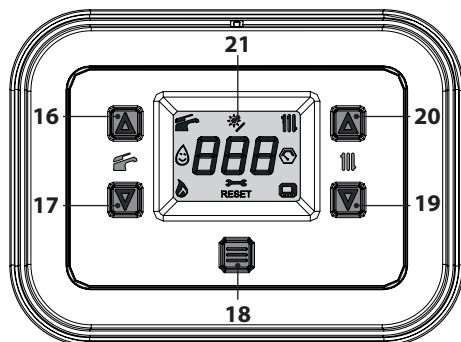
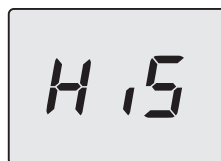

Figura 9.1
Figura 9.2
- Entrare in "modalità programmazione" premendo contemporaneamente per 5 secondi i tasti 17 e 19 (Figura 9.1) fino a far apparire sul display LCD le lettere **HiS** che indicano il menu "Storico delle caldaia" (Figura 9.2).
- Premendo il tasto 18 (Figura 9.1) si ottiene la conferma del valore inserito. Il display visualizzerà per 5 sec. quanto segue (Figura 9.6) poi, si porterà al livello superiore.
- tenere premuti contemporaneamente i tasti 17 e 19 per 5 sec. (Figura 9.1) (ritorno al livello precedente).